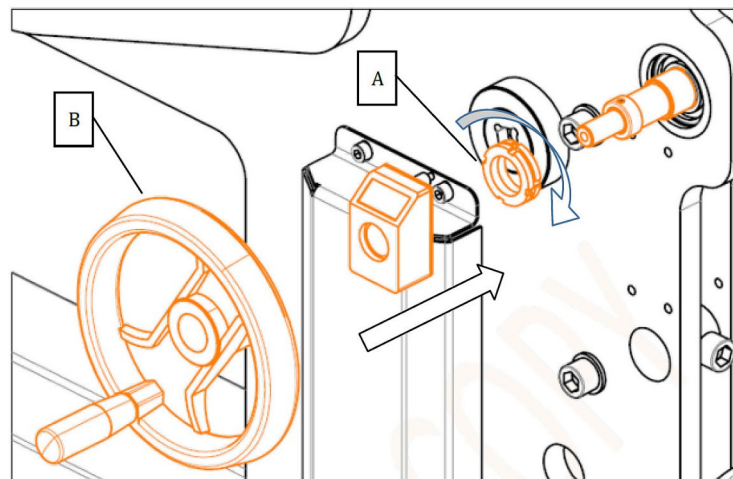

Fig. 10 : Monter le volant
Étape 5 : Pour pouvoir régler la butée arrière, montez le volant (B, Fig.10) sur l'arbre à l'avant.